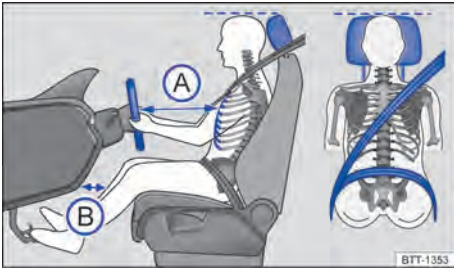

Fig. 24 Distancia correcta del conductor con relación al volante, posición correcta de la banda del cinturón de seguridad y ajuste correcto del apoyacabezas.
- Ajustar el asiento para que la distancia entre el volante y el tórax tenga como mínimo 25 cm → fig. 24 (A) y que el conductor pueda sujetar el volante del borde exterior con las dos manos y los brazos ligeramente doblados.
- Ajustar el asiento del conductor de manera longitudinal para que los pedales se puedan accionar con las piernas ligeramente dobladas y la distancia de la zona de la rodilla con el tablero de instrumentos sea de al menos 10 cm → fig. 24 (B).
- Para los asientos con apoyacabezas: ajustar el apoyacabezas para que su borde superior se encuentre preferentemente en la misma línea de la parte superior de la cabeza → fig. 24, pero no por debajo de la altura de los ojos. Posicionar la parte posterior de la cabeza lo más cerca posible del apoyacabezas.